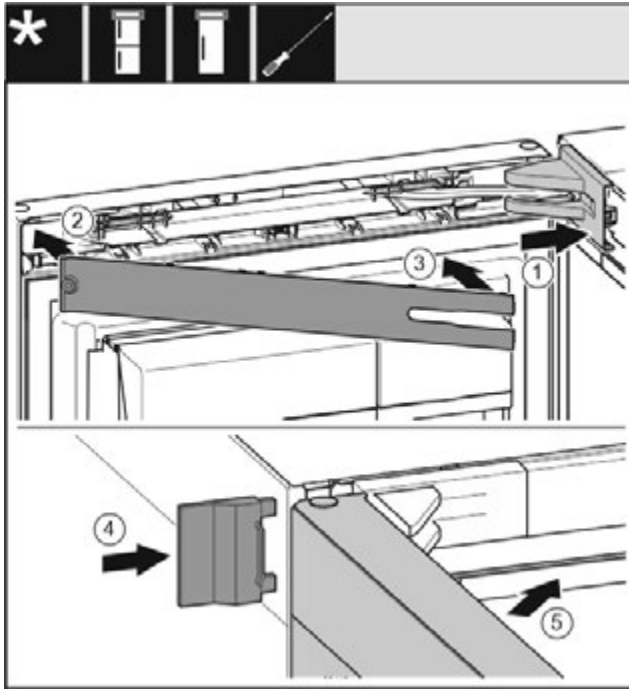

Fig. 40
- ▶ Встановіть та зафіксуйте кришку опорного кронштейна, у разі необхідності — обережно розтисніть. Fig. 40 (1)
- ▶ Встановіть панель. Fig. 40 (2)
- ▶ Поверніть і зафіксуйте панель. Fig. 40 (3)
- ▶ Насуньте зовнішню кришку. Fig. 40 (4)
- ▶ Закрийте верхні дверцята. Fig. 40 (5)